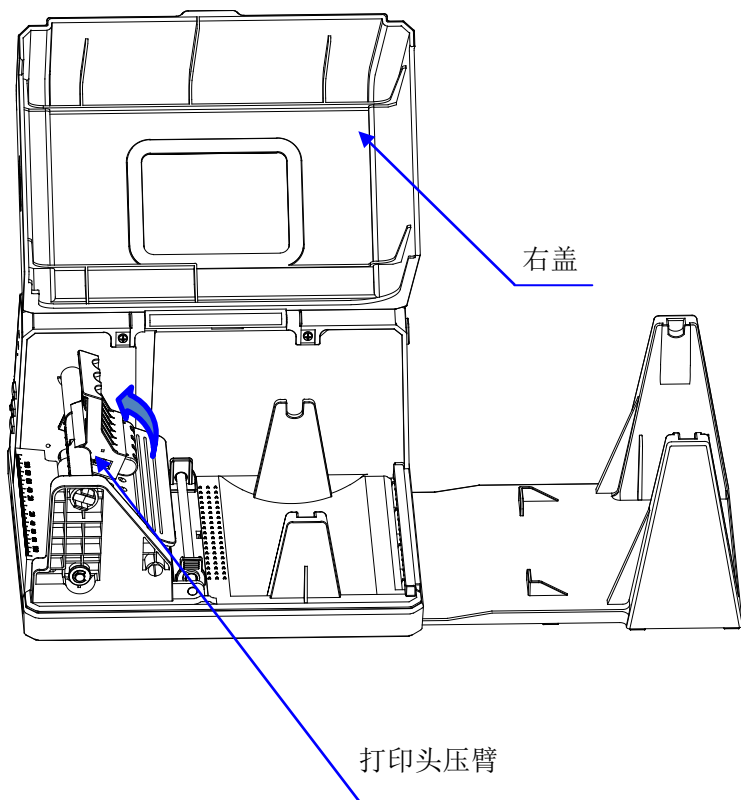

图 5-6
2. 打开右盖 (图 5-6);
3. 抬起打印头压臂(图 5-6);